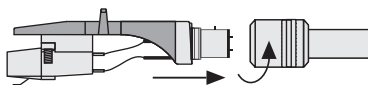

Abb. 4: Systemträger montieren
- 4 Stecken Sie den Systemträger auf das vordere Ende des Tonarms und sichern Sie ihn mit der Verriegelungsmutter (Abb. 4).